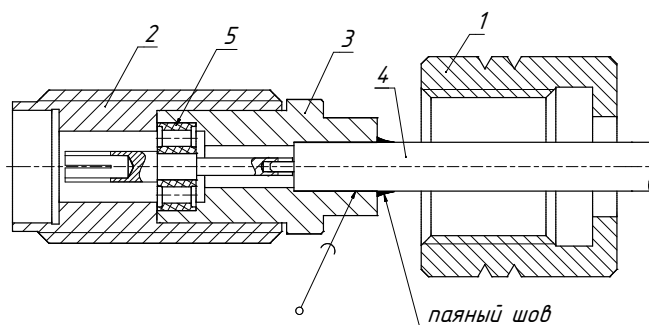

Рис. 30. Монтаж кабеля к корпусу соединителя
- 2) Наденьте стягивающую гайку 1 на кабель 4 (рисунок 30). Произведите пайку корпуса 3 на кабель 4. При монтаже должен формироваться цельный паяный шов. Не допускается попадание припоя на центральный проводник и изолятор кабеля при установке корпуса соединителя;
- 3) Наденьте корпус 2 на корпус 3 (рисунок 30). Плотнo скрутите корпус кабельного соединителя 2 со стягивающей гайкой 1 (предварительно нанесите клей Loctite 243 на место резьбового соединения корпуса со стороны стягивающей гайки 1). Для установки стягивающей гайки можно использовать приспособление для монтажа блочных резьбовых соединителей типа розетка ЖНКЮ.296371.030-02.